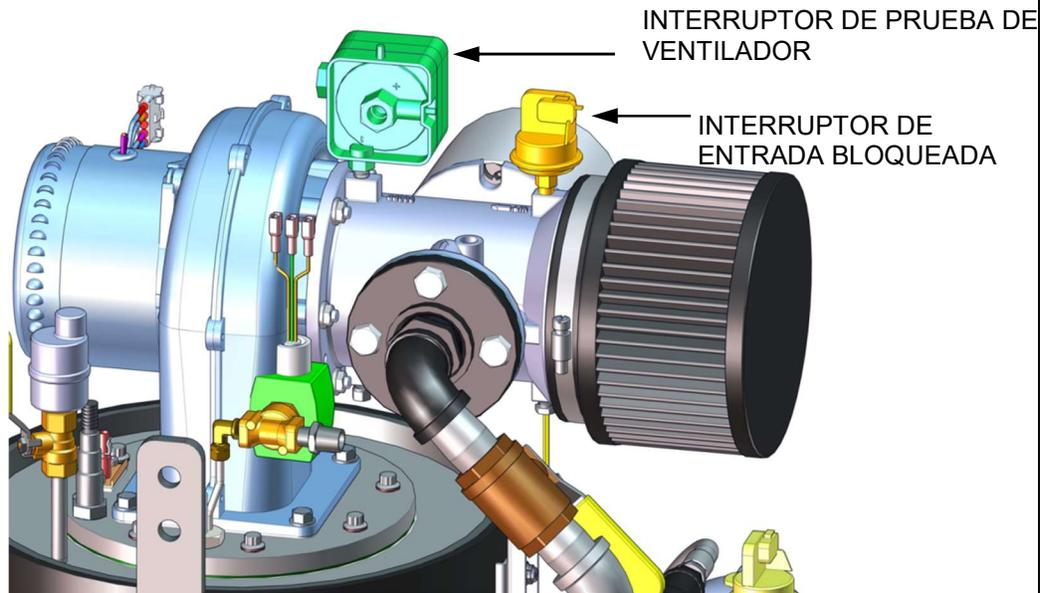

Figura 3-3a: Interruptor de comprobación del ventilador de BMK 750 y 1000
4. Después, el interruptor de comprobación del ventilador en la válvula de aire-combustible (Figura 3-3a y 3-3b) se cierra. La pantalla mostrará **PURGING** (*purgando*) e indicará el tiempo que ha pasado del ciclo de purga en segundos.